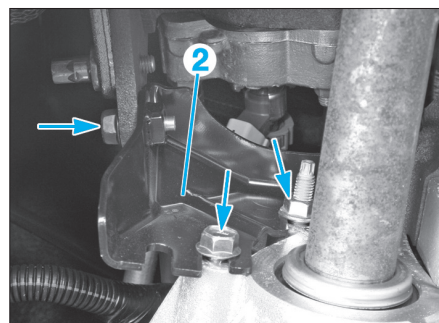

FIG. 5
- les vis et l'écrou du support d'échappement (2) sur la boîte de vitesses (Fig.5),